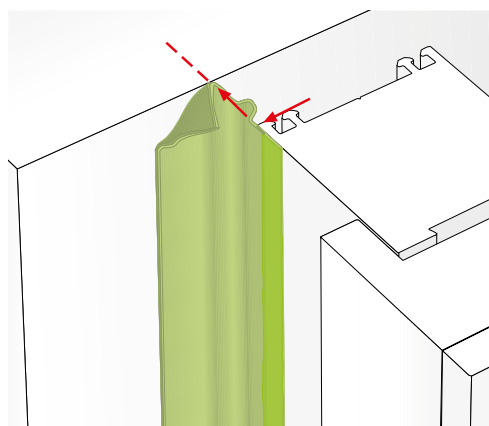

Fig 6 : coller la membrane sur la partie visible du cadre de la menuiserie.
- coller la membrane sur la partie visible du dormant de la menuiserie (Fig. 6)